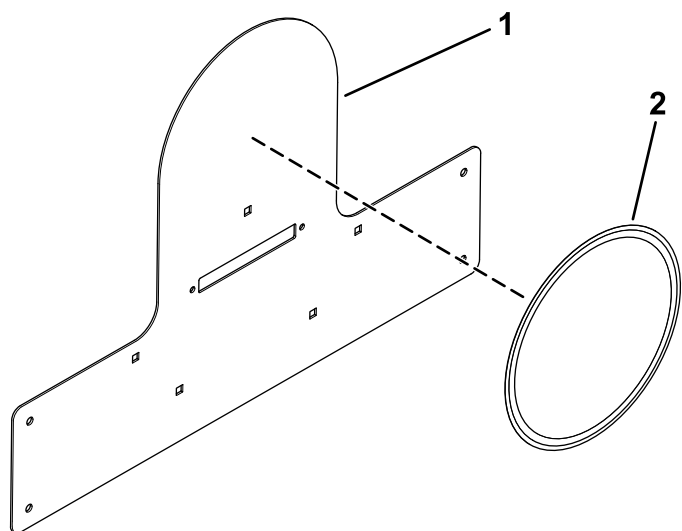

Figura 25
5. Applicate l'adesivo del limite di velocità appropriato sul supporto della relativa piastra (Figura 25).